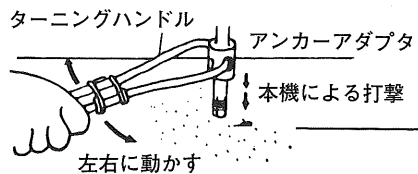

図 7
- (1) アンカーアダプタにターニングハンドルをつけ、ハンドルを手で回しながら本機の打撃を加え下穴をあけます。（図7）